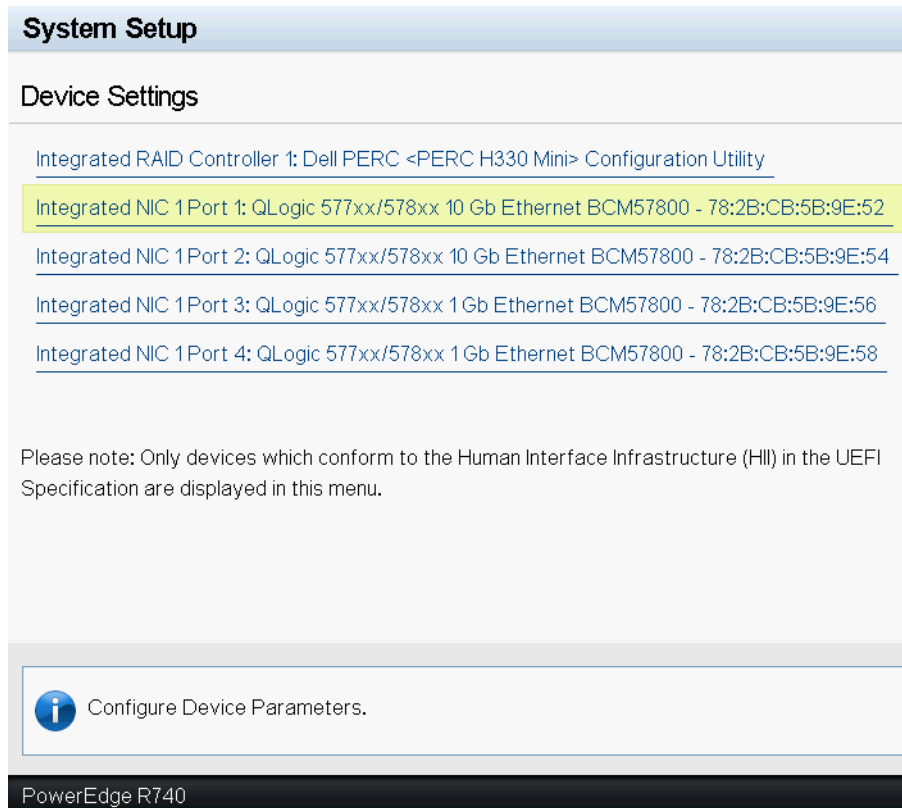

図 6-3. デバイスの設定
3. MBA 設定を変更するデバイスを選択します (図 6-3 を参照)。